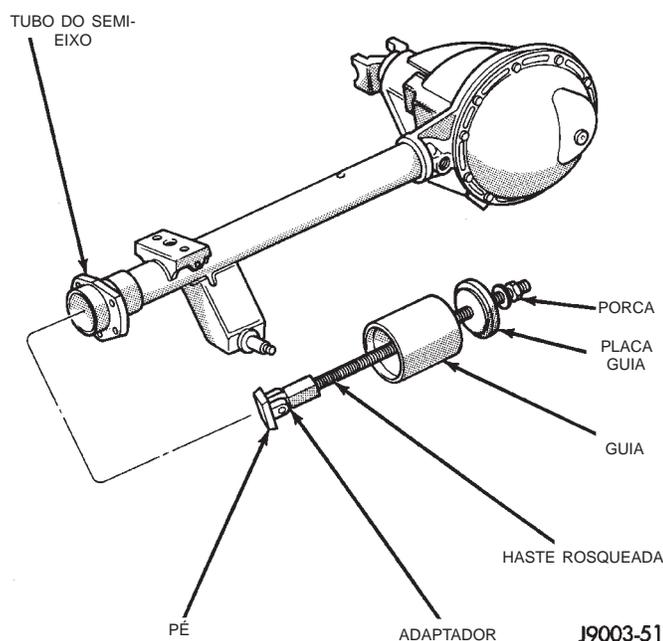

Fig. 12 Ferramenta de Remoção do rolamento do Semi-Eixo
(3) Remova o rolamento do semi-eixo do tubo do eixo com o Jogo de Ferramentas de Remoção do Rolamento 6310, utilizando o Pé do Adaptador 6310-9 (Fig. 12).